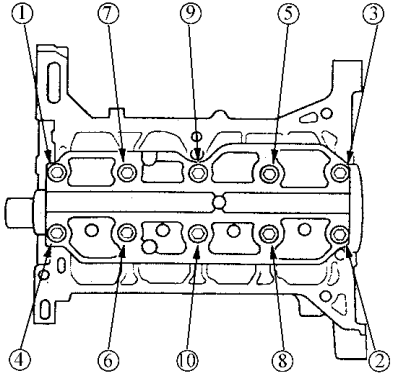

图 2-28 拆卸轴承盖螺栓的顺序
6) 拆卸轴承盖螺栓。为防止翘曲变形，应按顺序进行拆卸，拆卸顺序如图 2-28 所示。每次拧 1/3 圈拆卸螺栓。重复此方法，直至所有螺栓都松动为止。